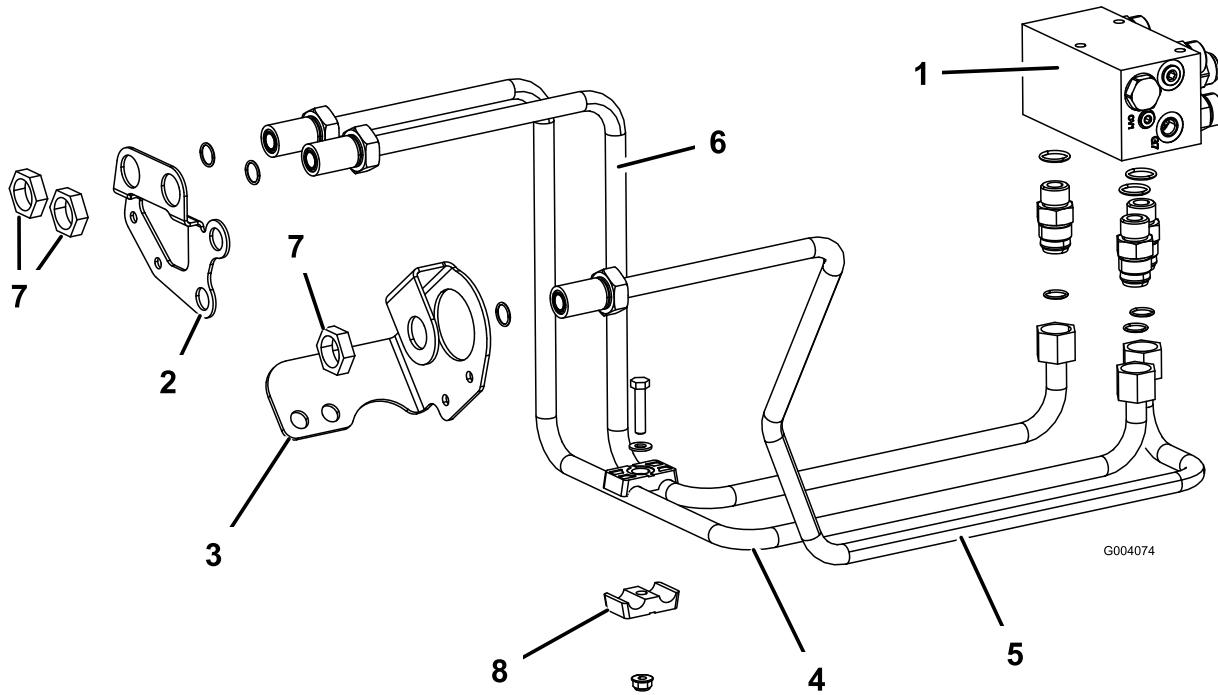

Bild 9
1. Verlegen Sie das Hydraulikrohr, Bestellnummer 108-7624, vom linken Verteiler, der mit „RF“ beschriftet ist, zum rechten Loch in der rechten Rahmenschotthalterung (Bild 9).
2. Befestigen Sie das Ende des Hydraulikrohrs mit einer Schottssicherungsmutter am Verteileranschlussstück und der Vorderseite der Schotthalterung (Bild 9).
3. Verlegen Sie das Hydraulikrohr, Bestellnummer 108-7626, vom mittleren Verteiler, der mit „REV“ beschriftet ist, zum Loch in der linken Rahmenschotthalterung (Bild 9).
5. Verlegen Sie das Hydraulikrohr, Bestellnummer 108-7625, vom rechten Verteiler, der mit „LF“ beschriftet ist, zum linken Loch in der rechten Rahmenschotthalterung (Bild 9).
7. Befestigen Sie die zwei rechten Schottleitungen mit den Rohrklemmenhälften, der Kopfschraube (5/16" x 1-1/2"), der Flachscheibe (0,344 x 0,688) und einer Sicherungsmutter (5/16") (Bild 9).